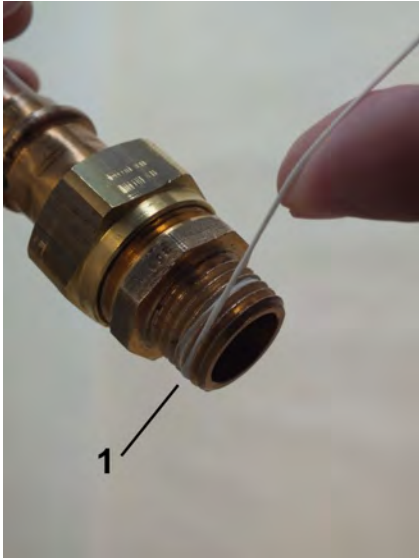

Abb. 10: Dichtfaden aufbringen
2. ➔ Dichtfaden (Abb. 10/1) in Gewinderichtung auf das aufgebraute Gewinde aufbringen, dabei Mengenangaben des Dichtmittel-Herstellers beachten